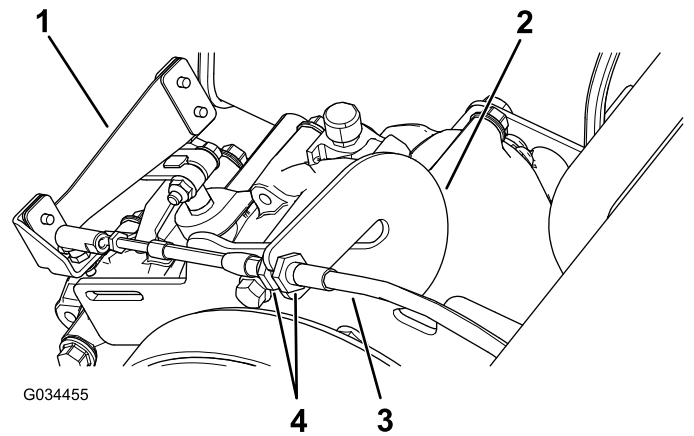

Bild 57
1. Lösen Sie die Klemmmuttern am Bowdenzug und stellen sie ggf. ein (Bild 57).
2. Testen Sie die Ganghebelstellung, indem Sie den Ganghebel auf drei unterschiedliche Stellungen drehen. Prüfen Sie, ob der Ganghebel (Bild 57) richtig beim Ändern der Gänge schaltet, siehe Ganghebel und Ganghebelanzeige \(Seite 12\).